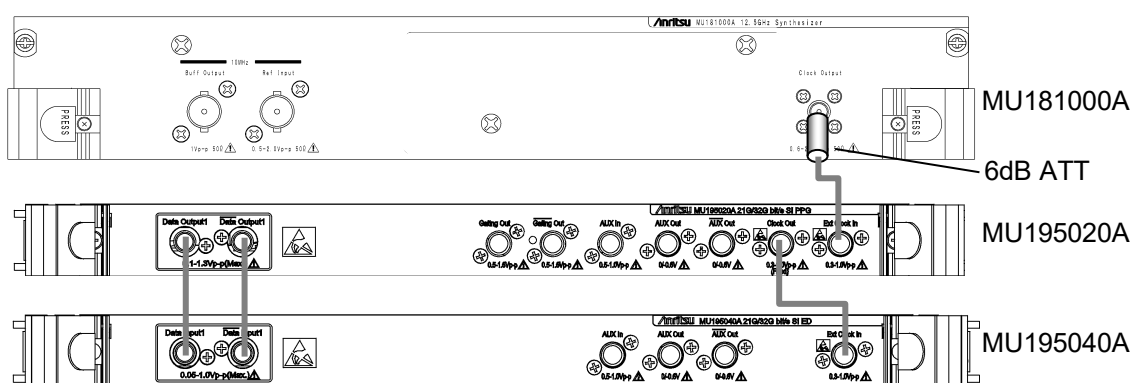

図8.3.1-1 動作周波数範囲試験の接続図
4. 図8.3.1-1に従って、測定器のケーブルを接続します。
機器の接続方法は図8.3.1-1を参考にしてください。